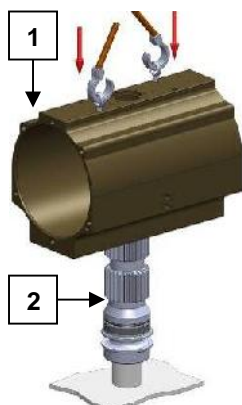

Fig.33
3. Calzare il corpo ( 1 ) sul pignone ( 2 ) vedi fig. 33 ;